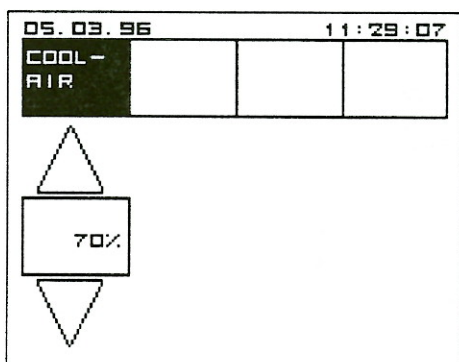

Abb. 19. Motorkühlung 2
- 3) Justieren Sie bei A2 und A4 (Abb. 19).